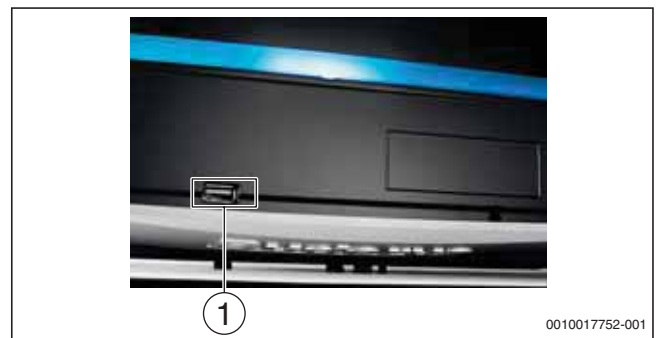

Рис. 78 USB-разъем: использование с USB-носителем
- Подключите обычный USB-носитель прямо к системе управления в USB-разъем (→ рис. 78)